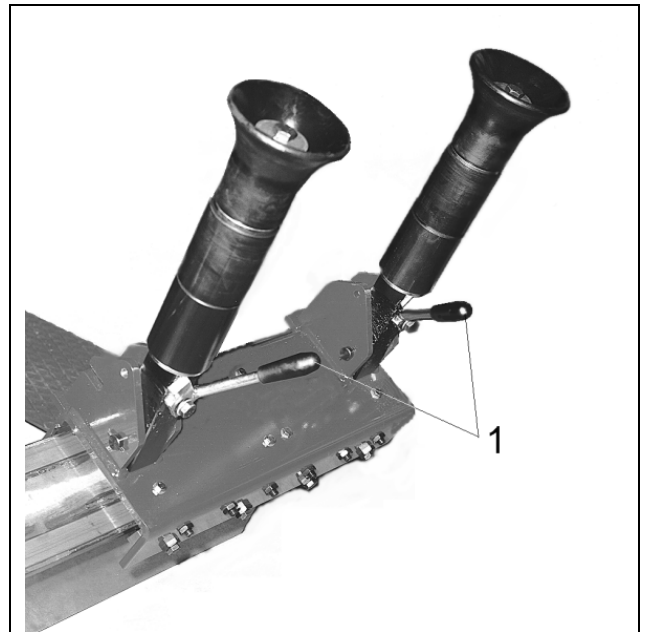

Abb.15
- E.** Den Feststellhebel (#1 Fig.15) zum Arretieren und Lösen des Rollenträgers verwenden.